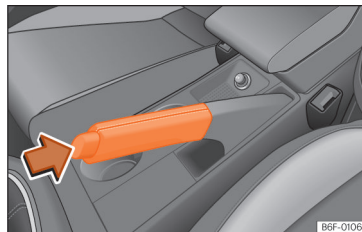

Fig. 119 Travão de estacionamento entre os bancos dianteiros.
- Puxe a alavanca do travão de estacionamento para cima »» **Fig. 119**
- Puxe a alavanca um pouco para cima, pressione o botão de desbloqueio no sentido da seta »» **Fig. 119** e faça descer completamente a alavanca »» **⚠**.